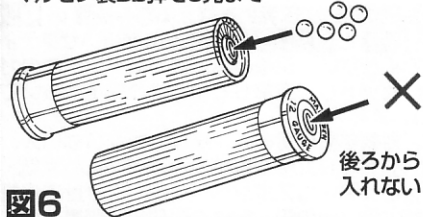

図6
①ショットシェル内へBB弾 → 図6参照
1. 図6を参考に、シェル前後のゴムパッキン(黒い部分)がずれたり、はみ出していないかを確認し、異常がある場合はきれいに納めてください。